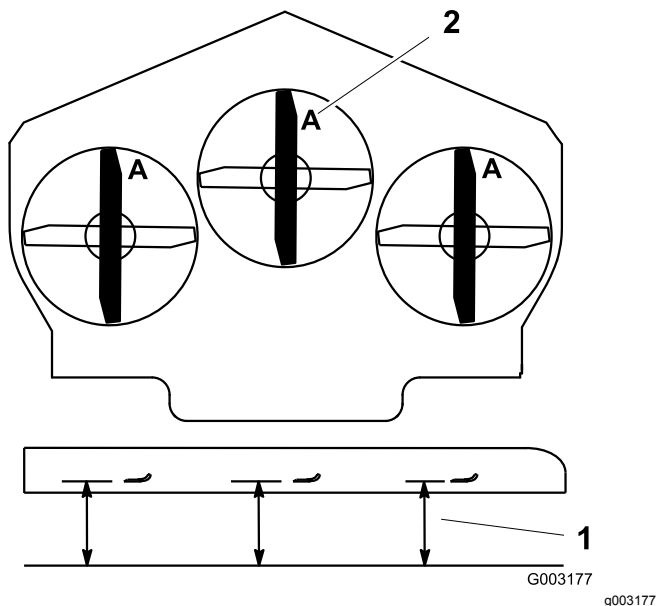

Figura 109
4. Meça desde uma superfície nivelada até à extremidade de corte, posição **A**, das lâminas (Figura 109).